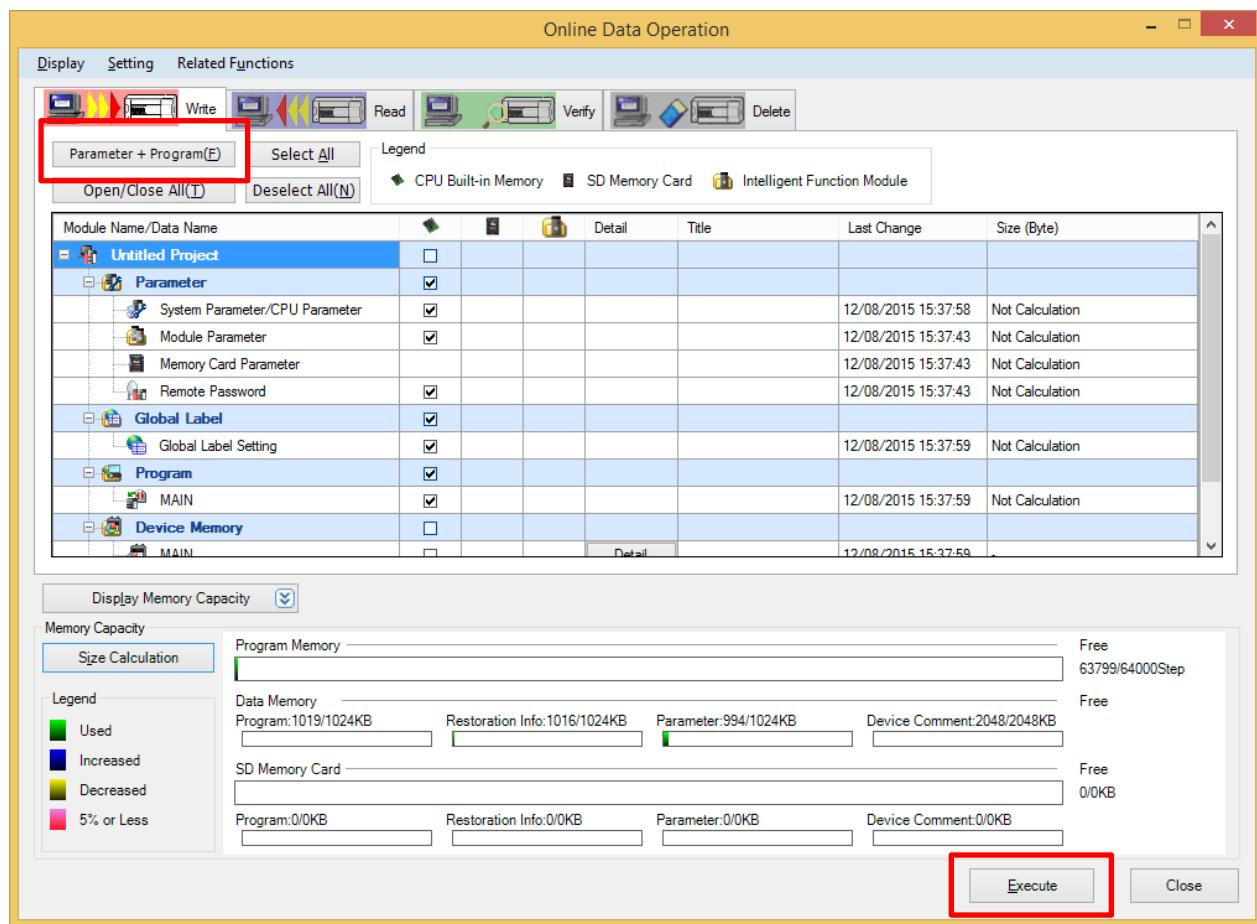
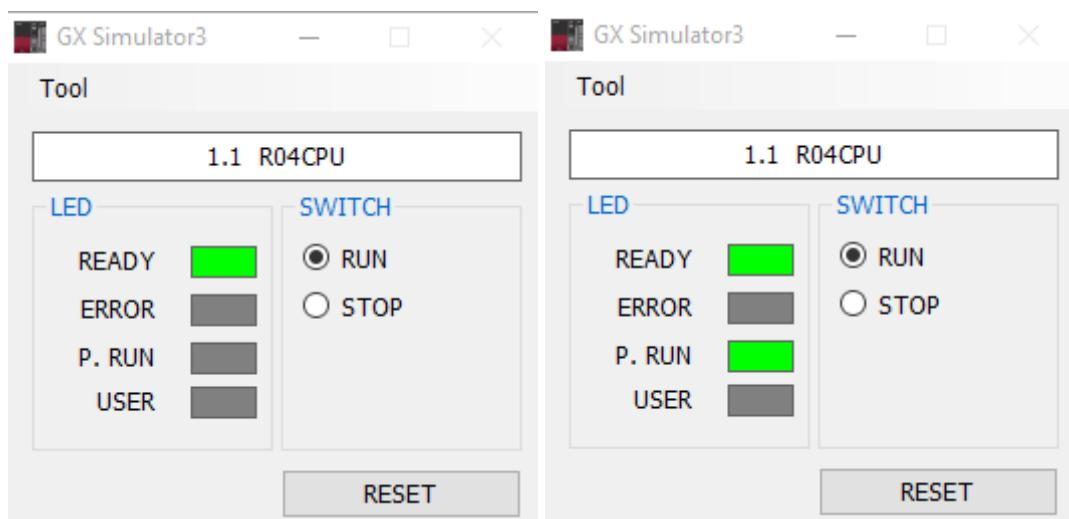

Figura 20: Janela de transferência do programa para o PLC, aba [Write].
Figura 22: Tela do GX Simulator3, a esquerda antes de escrever Parâmetro+Programa, a direita após escrever o Parâmetro+Programa
Uma vez configurada a rota de comunicação (vide seção 2.3.1), é possível escrever o programa criado para o PLC com o GX Works3, acessando-se no menu suspenso o caminho [Online] → [Write to PLC...]. A janela ilustrada na Figura 20 aparece. Clique no botão [Parameter + Program] para selecionar os dados de programa e parâmetro para serem transferidos para o PLC e, em seguida, clique no botão [Execute] para executar a escrita no PLC.
A tela da Figura 20 e da Figura 22. A tela da Figura 22(esquerda) é o GX Simulator3 que será a interface do seu CLP Virtual. Siga o procedimento descrito no item 2.3.2 desta apostila de treinamento. Ao final do processo, a tela de interface do CLP Virtual ficará igual a Figura 22(direita).